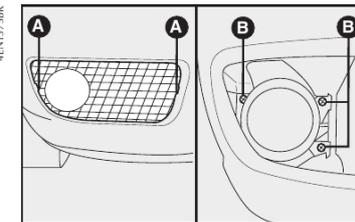

fig. 25
FARÓIS DE NEBLINA - fig. 25
- 1) retirar a grade com uma chave de fenda nos pontos indicados em **A**-fig. 25;
- 2) retirar os parafusos indicados por **B**-fig. 25;